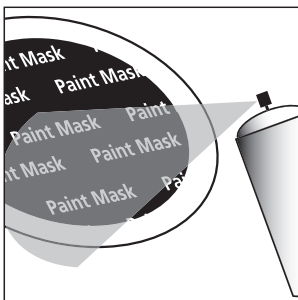

FIGURE 7
1. Apply paint to exposed (unmasked parts). Use two or more thin coats. Spray painting is recommended [figure 7].
1. Appliquez deux minces couches de peinture (ou plus) aux pièces non masquées. Il est recommandé de vaporiser le cadre de peinture [figure 7].